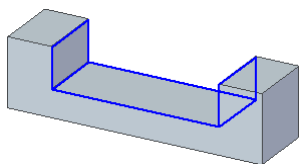
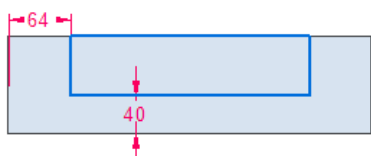
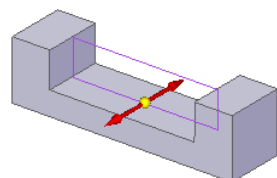

图 8.13.71 除料特征 1
图 8.13.72 截面草图
图 8.13.73 定义移除方向
Step5. 创建图 8.13.71 所示的除料特征 1。
(1) 选择命令。单击“主页”功能选项卡“实体”区域中的“除料”按钮.
(2) 定义特征的截面草图。
① 选取草图平面。在系统单击平的面或参考平面。的提示下, 选取前视图 (XZ) 平面为草图平面。
② 绘制图 8.13.72 所示的截面草图。
③ 单击“主页”操控板中的“关闭草图”按钮, 退出草图绘制环境。
(3) 定义除料特征属性。在命令条中单击按钮, 单击“全部穿透”按钮, 定义移除方向如图 8.13.73 所示。
(4) 单击按钮, 完成特征的创建。